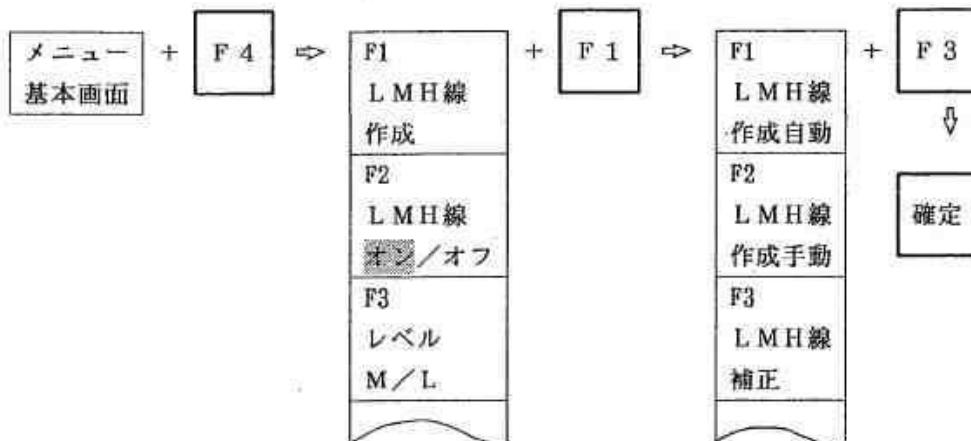

図 9.3.7 LMH 線の手動補正モード設定方法
- ① メニューエリアにメニュー基本画面が表示されている状態で選択キー【F 4】を1回押します。図 9.3.7の選択メニューが表示されます。